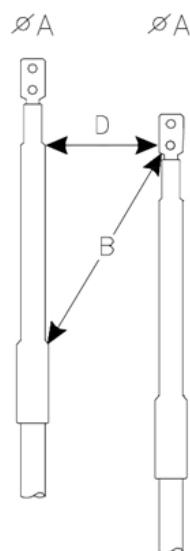

Figura 2
- Distancia entre terminales de la misma **fase** de diferente longitud o punto de sujeción. **Figura 2 .**